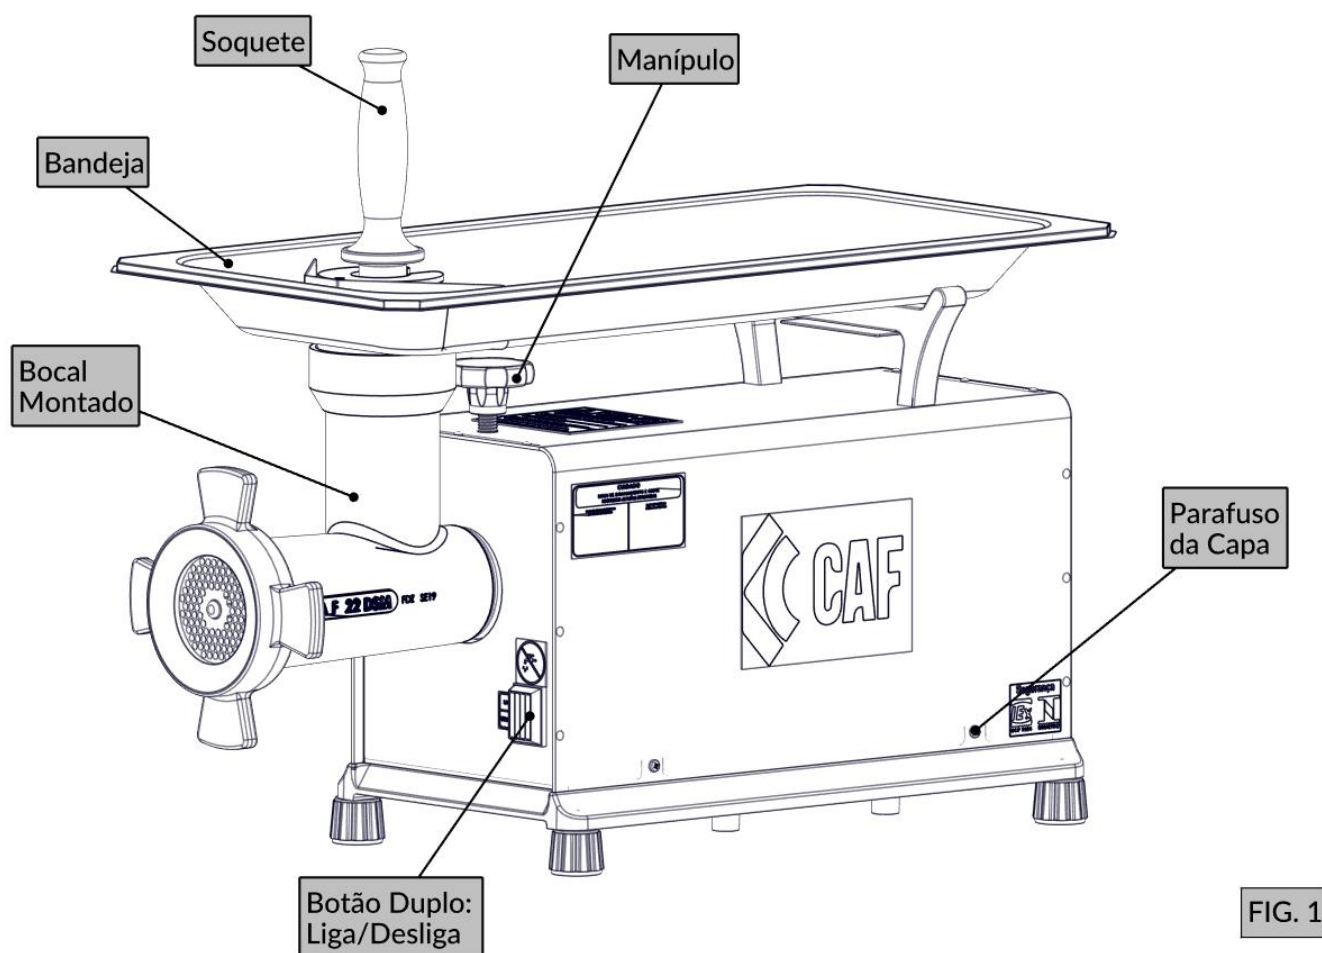

FIG. 1
4. Aperte o botão liga/desliga (FIG. 1).
1. Com a máquina devidamente montada, higienizada e energizada, verifique se o manípulo (FIG. 1) está apertado, para evitar que o bocal se solte durante a aplicação;
2. Coloque a carne a ser processada na bandeja (FIG. 1) em pedaços cortados com tamanho máximo de 55x55mm;
3. Aperte o botão liga/desliga (FIG. 1) para realizar o acionamento da máquina;
4. Com a ajuda do soquete (FIG. 1) empurre a carne para que seja completamente processada;